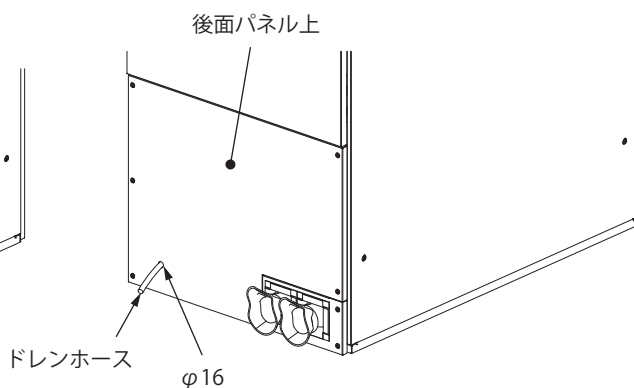

図16
③後面パネル上のφ16からドレンホースを出しながら、後面パネル上を取り外しと逆の手順で取り付けしてください（図16）。